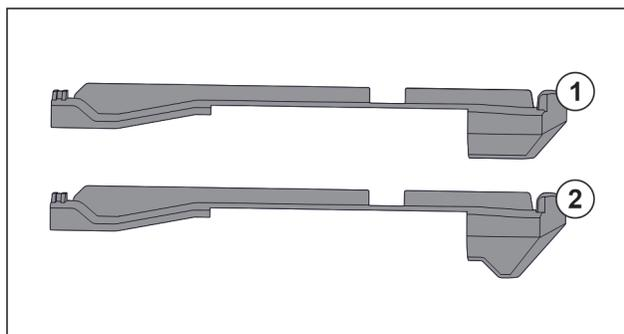

Fig. 123 Comparaison des éléments emboîtables
L'appareil comprend deux éléments emboîtables différents. L'élément emboîtable au-dessus du tiroir inférieur Fig. 123 (2) a un bord triangulaire. Tous les autres éléments emboîtables Fig. 123 (1) ont un bord droit.
- ▶ Poser l'élément emboîtable Fig. 123 (2) avec le bord triangulaire sur le tiroir inférieur.
- ▶ Poser l'élément emboîtable Fig. 123 (1) avec le bord droit à tous les autres endroits.